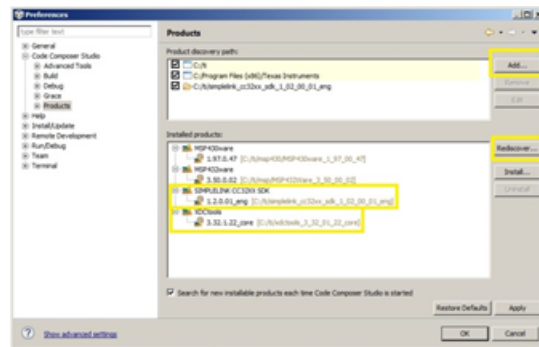

图 34. CCS 已安装产品
- 选择窗口 (Window) → 首选项 (Preferences) → Code Composer Studio → 产品 (Products) (请参见图 34)。